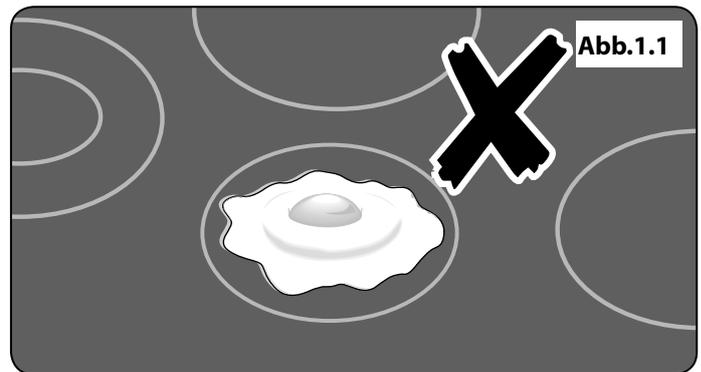

Abb.1.1
- Nur bestimmte Arten von Glas, Glaskeramik, Tonwaren oder anderen glasierten Behältern eignen sich zum Kochen auf der Kochstelle. Andere können aufgrund der plötzlichen Temperaturänderung zerbrechen. Kochen Sie niemals direkt auf der Fläche (**Abb.1.1**).